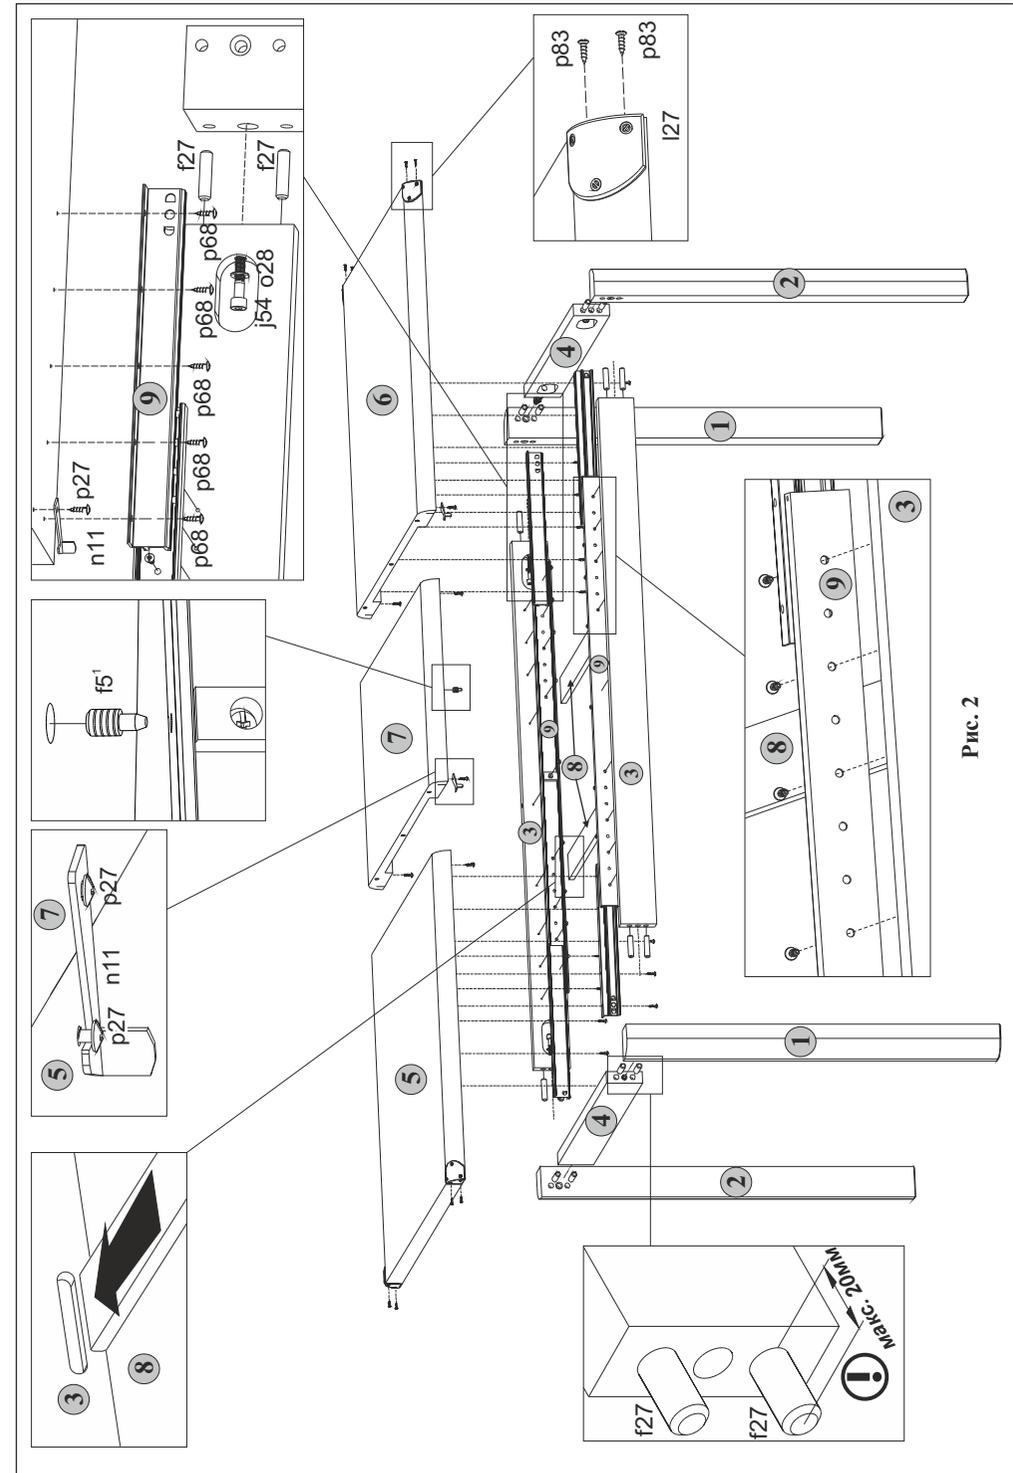

Рис. 2
5.3 В отверстия диаметром **3 мм** (кернения) на нижней поверхности щита верхнего **5** у правой кромки вкрутить шурупы **p27** (недоворачивая их до конца) для фиксации крючков для соединения крышек, пользуясь крестообразной отверткой (**см.рис. 2**).
5.4 В отверстия диаметром **3 мм** (кернения) на нижней поверхности вкладыша крышки стола **7** у правой кромки вкрутить шурупы **p27** (недоворачивая их до конца) для фиксации крючков для соединения крышек, пользуясь крестообразной отверткой (**см.рис. 2**).
5.2 В отверстия диаметром **10 мм** на боковых кромках планок цокольных **3** и **4** вбить деревянные шканты **f27** (см.рис. 2).